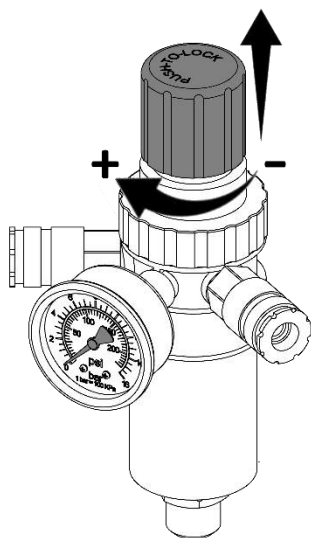

Рисунок 6
8.4.1. Настройка давления в подсоединенных исполнительных устройствах регулятором давления осуществляется следующим образом (рисунок 6):